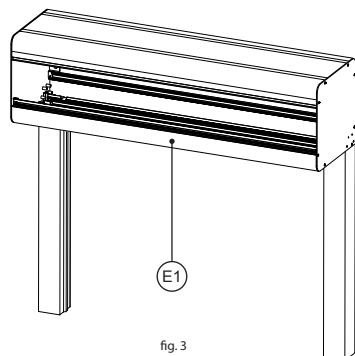

fig. 3
- 6| Installer le coffre avec les coulisses 115x105 dans le chantier, assurant que tous l'ensemble soit parfaitement nivelé et aligné, et que les fixations sur les murs soient les adéquates pour un ancrage rassurant. (fig. 3)